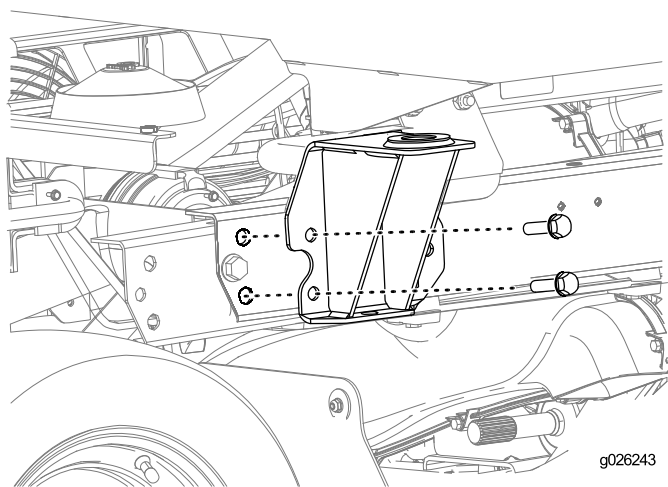

Figura 25
1. Instale os suportes traseiros na máquina (Figura 25) utilizando as ferragens removidas do ROPS em Remoção do conjunto do ROPS (página 6).